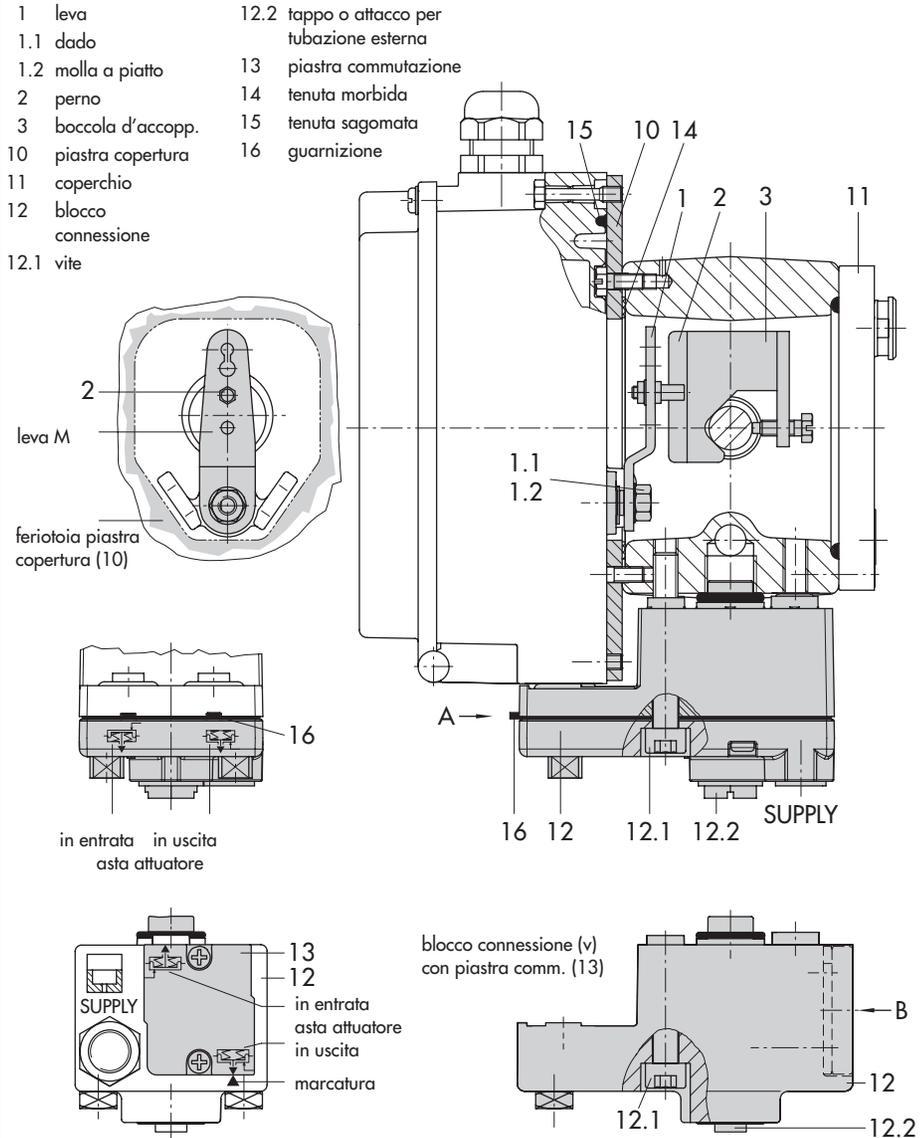

Fig. 4 Montaggio diretto – attacco pressione per attuatori Tipo 3277 da 240, 350 e 700 cm²
1. Posizionare la boccola d'accoppiamento (3) sull'asta dell'attuatore, indirizzarla e avvitare in modo che la vite di fermo si trovi nella scanalatura dell'asta.
2. Fissare la piastra di copertura (10) con il lato più stretto della sezione (fig. 4 a sinistra) in direzione dell'attacco di pressione. Assicurarsi che la tenuta morbida applicata (14) sia fissata verso il castello dell'attuatore.
3. Per attuatori da 700 cm² sulla leva **M** (1), rimuovere il perno (2) sul lato posteriore del posizionatore dalla posizione **35**, spostarlo nella posizione **50**, e avvitare.
6. Assicurarsi che l'estremità della guarnizione (16) sporga lateralmente dal blocco, in modo che il simbolo dell'attuatore "asta in uscita" o "asta in entrata" corrisponda con la versione dell'attuatore. Se necessario togliere il coperchio e le tre viti di fissaggio, e rimettere la guarnizione (16) ruotata di 180°. Nella versione precedente del blocco di connessione (fig. 4, in basso) è necessario ruotare la piastra d'inserzione (13) in modo che il simbolo dell'attuatore sia rivolto verso la marcatura.
7. Disporre il blocco (12) con i relativi anelli di tenuta contro il posizionatore. Avvitare a fondo la vite di fissaggio (12.1). Per attuatori con azione di sicurezza "asta in entrata", togliere anche il tappo (12.2) e installare il tubo esterno della pressione.
8. Montare il coperchio (11) sull'altro lato. Dopo aver installato la valvola, assicurarsi che lo sfianto sia rivolto verso il basso per permettere il drenaggio dell'acqua di condensa accumulata.